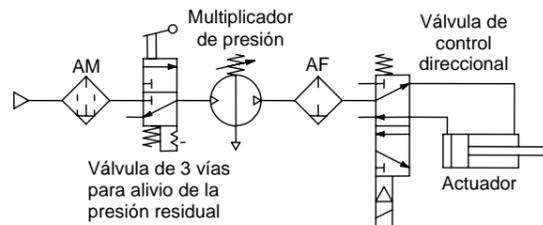

Fig. 3 Ejemplo del circuito (2)
- c) Tras evacuar la presión del conexionado de salida, evacúe la presión de alimentación en el lado de entrada del multiplicador de presión usando la válvula de alivio de la presión residual situada en el lado de entrada del multiplicador de presión (consulte la Fig. 3). Esto detendrá el funcionamiento innecesario y evitará que se produzcan fallos de funcionamiento.